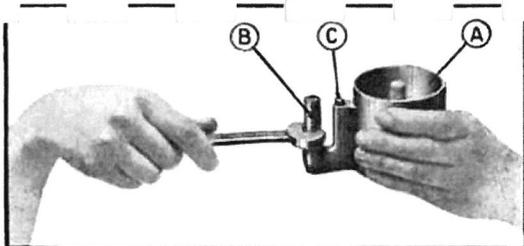

Fig. 241. — Démontage du gicleur principal.
- 6—Vider l'essence contenue dans la cuve, dévisser le chapeau du gicleur principal et retirer ce dernier (fig. 241).